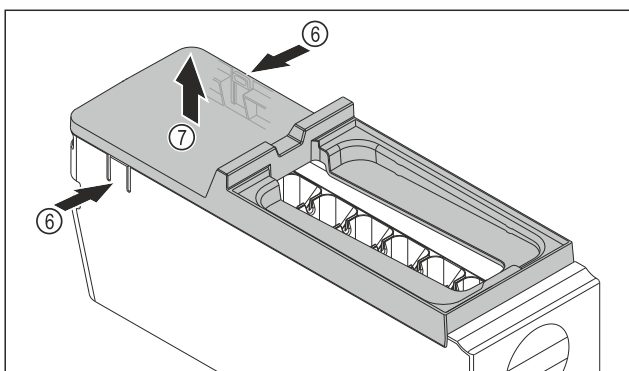

Fig. 79
- ▶ Scoateți apărătoarea corpului EasyTwist-Ice: Apăsați eclisele Fig. 79 (6) de pe ambele părți ale corpului EasyTwist-Ice cu o mână.
- ▶ Scoateți apărătoarea Fig. 79 (7) cu cealaltă mână în sus.